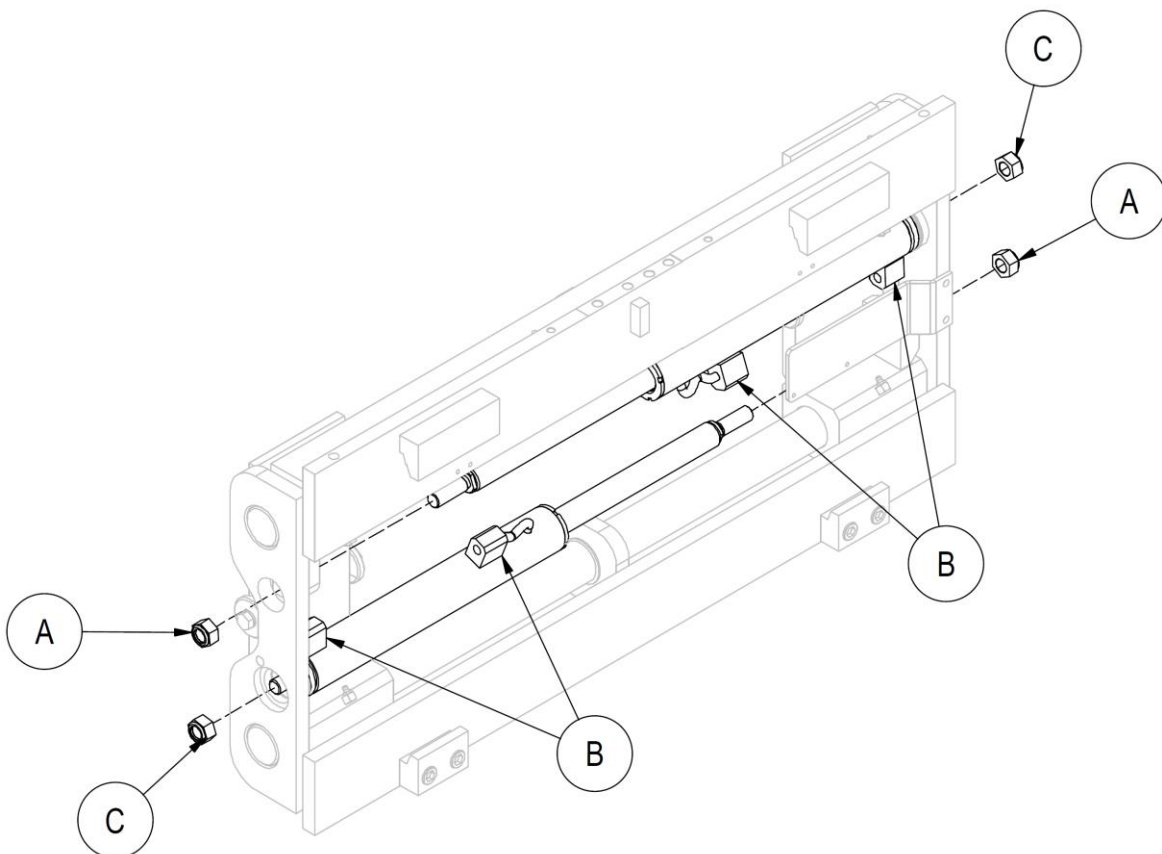

Figura 21
7. Fare riferimento alla *Figura 21*.